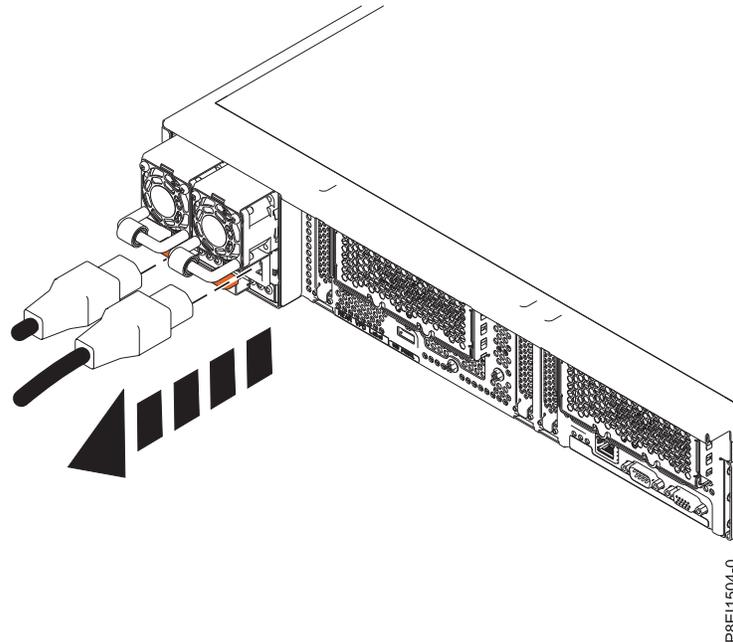

Figura 75. Desconexión del cable de alimentación de la fuente de alimentación
- a. Etiquete el cable de alimentación y, a continuación, suelte el mecanismo de sujeción para liberar el cable de alimentación del asa de la fuente de alimentación. Consulte la Figura 75.